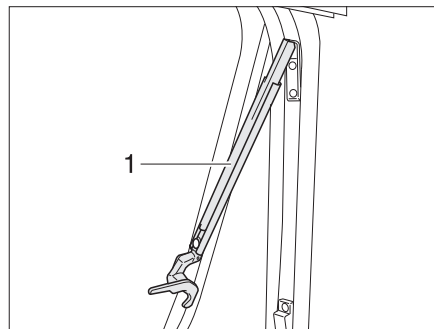

Fig. 72 Ventana abatible con soportes automáticos, abierta
- Abrir la ventana abatible hasta la posición de enclavamiento deseada. El soporte automático (Fig. 72,1) engatilla automáticamente.